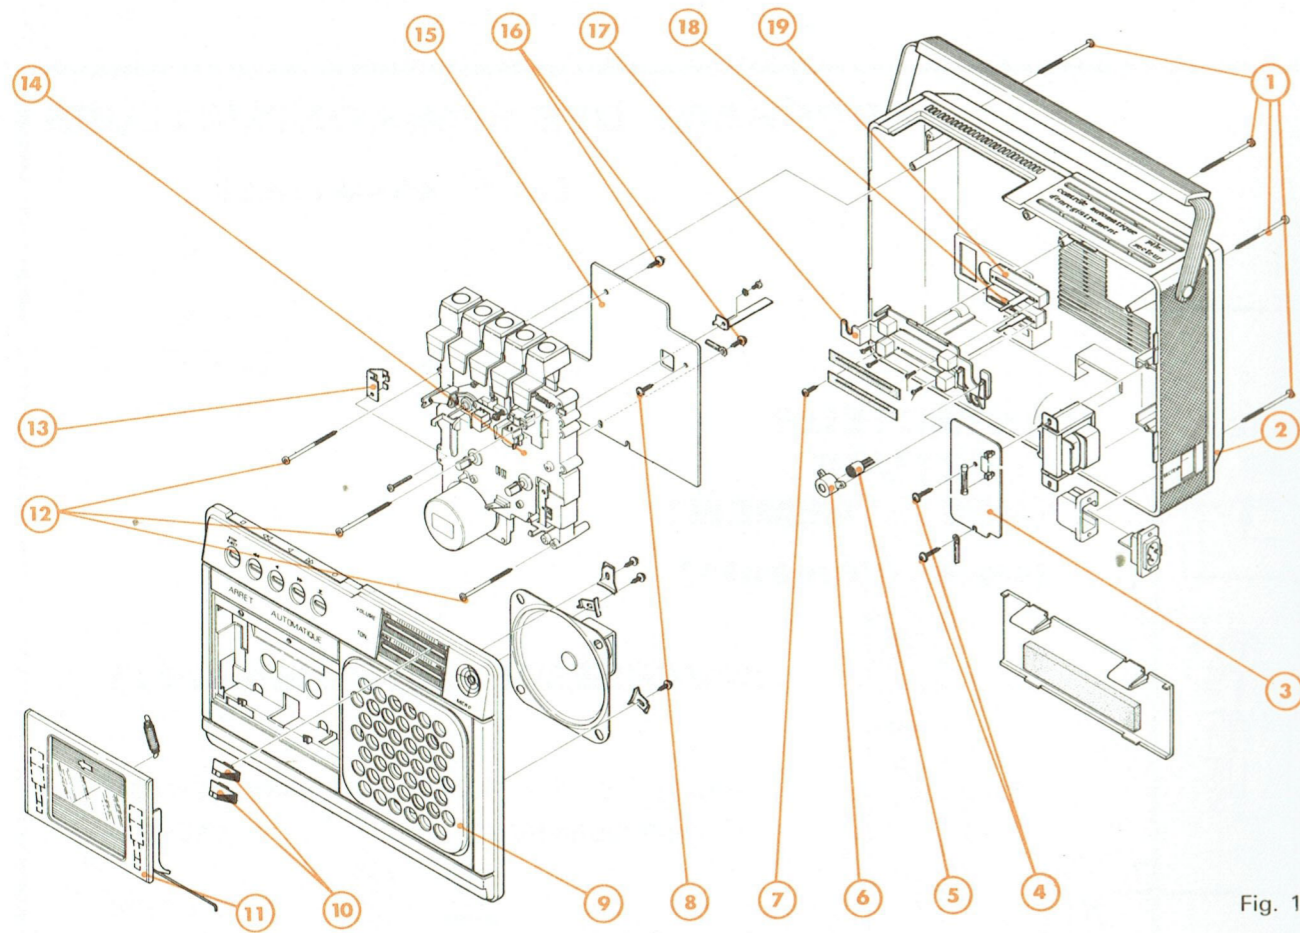

Fig. 1
A. ACCÈS AU CIRCUIT IMPRIMÉ ALIMENTATION ET AUX TÊTES ENREG./LECTURE ET EFFACEMENT (Fig. 1)
- 1° - Retirer par traction les touches plastiques (10) des potentiomètres de volume (19) et de tonalité (18).
- 2° - Enlever les quatre vis (1).
- 3° - Appuyer sur la touche « STOP-EJECT » pour ouvrir le volet porte-cassette (11)
- 4° - Séparer par traction le coffret avant (9) du coffret arrière (2).
- 5° - Pour accéder au circuit imprimé alimentation (3) côté soudures enlever les deux vis (4).
B. ACCÈS AU CIRCUIT IMPRIMÉ « AMPLIFICATEUR/ENREG./LECTURE » COTÉ ÉLÉMENTS (Fig. 1)
- 2° - Retirer la vis (7) fixant le châssis plastique (17) support des potentiomètres (18) et (19)
- 3° - Enlever les trois vis (12) et la vis (8).
- 4° - Soulever la platine magnétophone (14) solidaire du circuit imprimé « amplificateur/Enreg./Lecture » (15)
C. ACCÈS AU CIRCUIT IMPRIMÉ « AMPLIFICATEUR/ENREG./LECTURE » COTÉ SOUDURES (Fig. 1)
- 2° - Enlever les deux vis (16).
- 3° - Dégager le circuit imprimé « amplificateur/enreg./lecture » (15) de la patte (13).